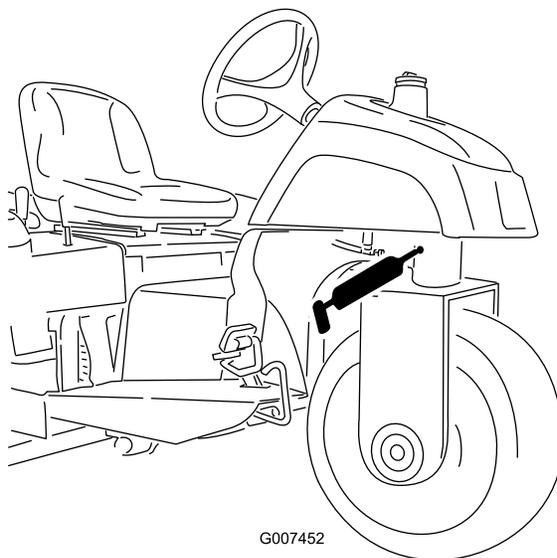

Figura 23
- Articulação da direção (Figura 23)
**Nota:** O bocal de embeber na articulação da direção (Figura 23) necessita de um adaptador de bico de pistola de pulverização. Encomende a peça nº 107-1998 da Toro ao seu distribuidor autorizado Toro.